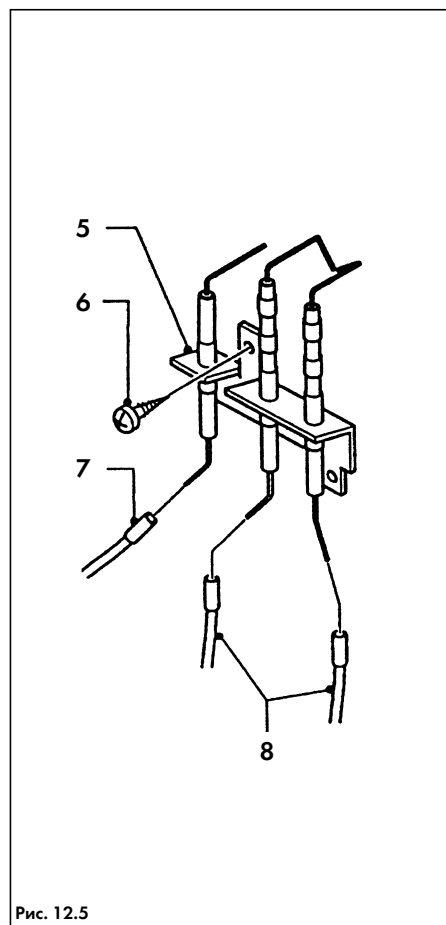
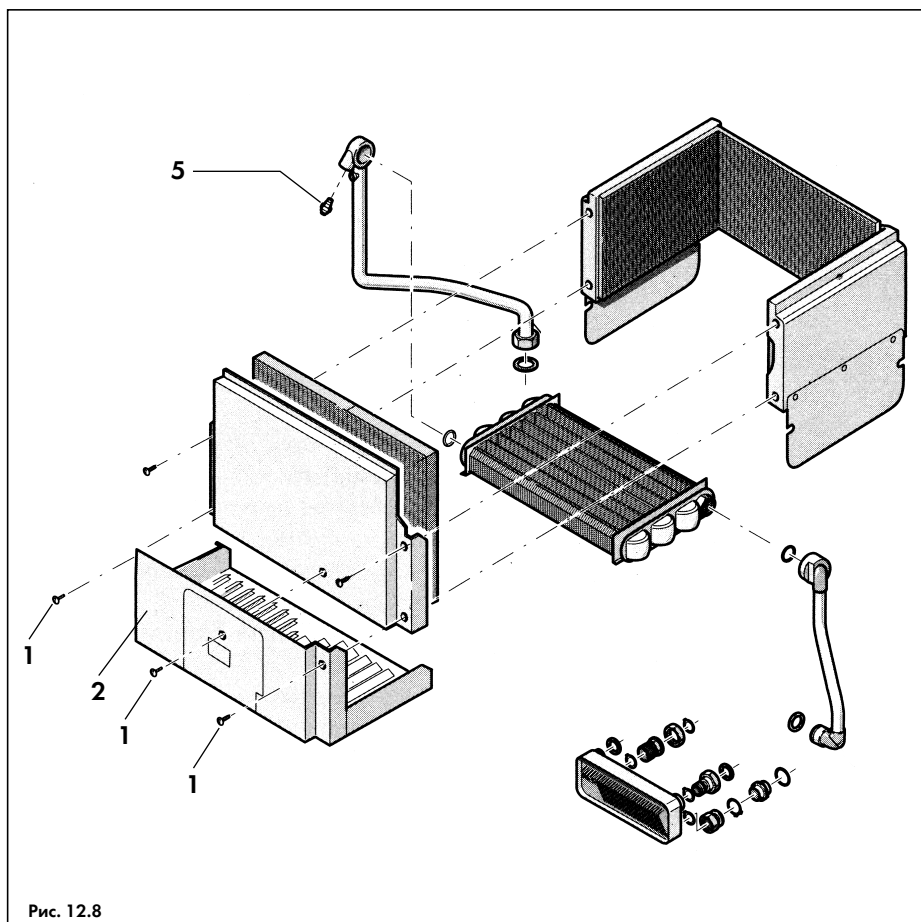
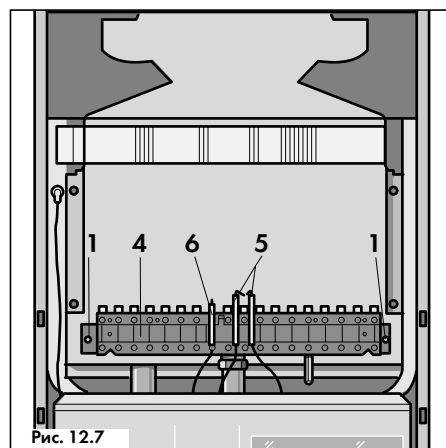
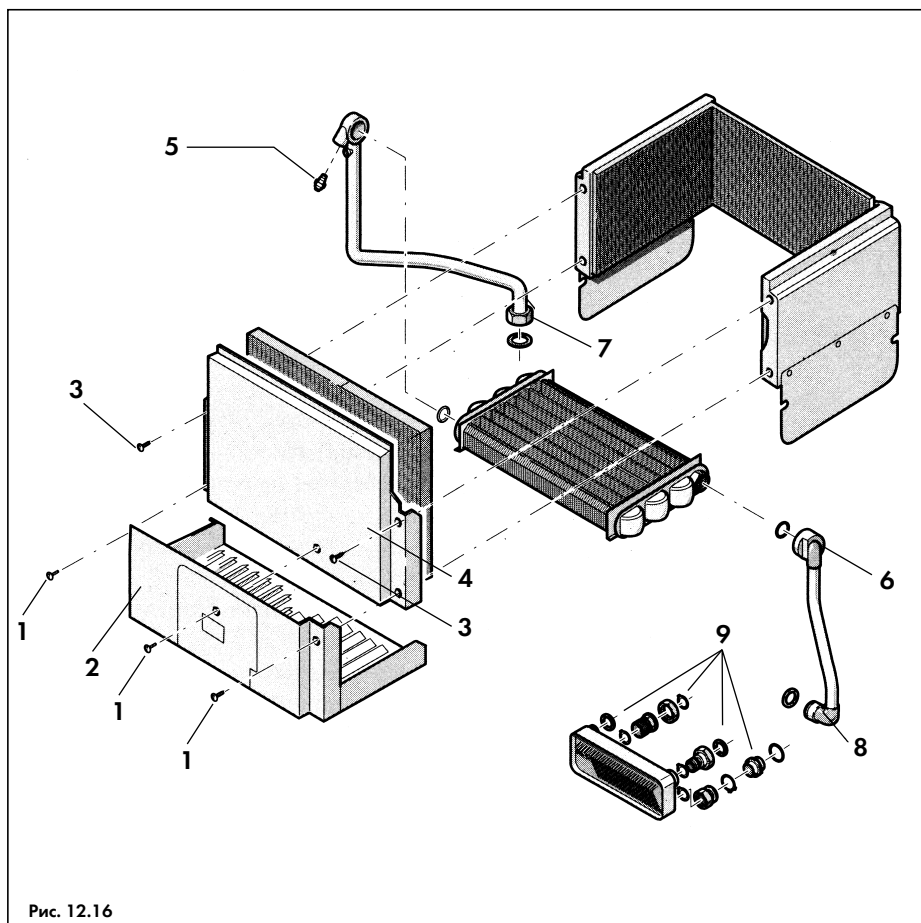

Рис. 12.5
Рис. 12.8
Рис. 12.7
Рис. 12.16
- Когда манометр на панели управления будет показывать "0", открутить на 1-2 оборота штуцер (5, рис. 12.8) для впуска воздуха на подающей линии сразу после теплообменника аппарата, для того, чтобы предотвратить образование разрежения и сделать возможным слив всего количества воды из аппарата.
- Выкрутить винты (1, рис. 12.8) и снять по направлению на себя и вниз теплоотражающий щиток (2, рис. 12.8) со смотровым окошком, отсоединив кабели от электродов розжига и ионизационного контроля (5 и 6, рис. 12.7);
- Выкрутить 2 винта (1, рис. 12.7) и вытащить горелку вместе с отсоединенными от кабелей электродами розжига и ионизационного контроля из камеры сгорания.
Ионизационный электрод и электроды розжига у аппаратов VU(W).../1 XE конструктивно выполнены в одном блоке (5, рис. 12.5). Для их замены:
- Выкрутить винты (1, рис. 12.8) и снять по направлению на себя и вниз теплоотражающий щиток (2, рис. 12.8) со смотровым окошком, отсоединив кабели от электродов розжига (8, рис. 12.5) и ионизационного контроля (7, рис. 12.5);
- Выкрутить винт (6, рис. 12.5) и снять блок ионизационного электрода и электродов розжига (5, рис. 12.5) с корпуса горелки.
- Выкрутить винты (1, рис. 12.16) и снять теплоотражающий щиток (2, рис. 12.16), отсоединив кабели от электродов розжига и ионизационного контроля (5 и 6, рис. 12.7);
- Выкрутить винты (3, рис. 12.16), и снять переднюю стенку камеры сгорания (4, рис. 12.16);
- Раскрутить резьбовые соединения на обратной (8, рис. 12.16) и подающей (7, рис. 12.16) линии аппарата;
- Повернуть присоединительные трубки на 90° до выхода байонетных соединений (6, рис. 12.16) из зацепления с подсоединениями теплообменника;
- Развинтить резьбовые соединения (9, рис. 12.16) и снять вторичный теплообменник с аппарата;